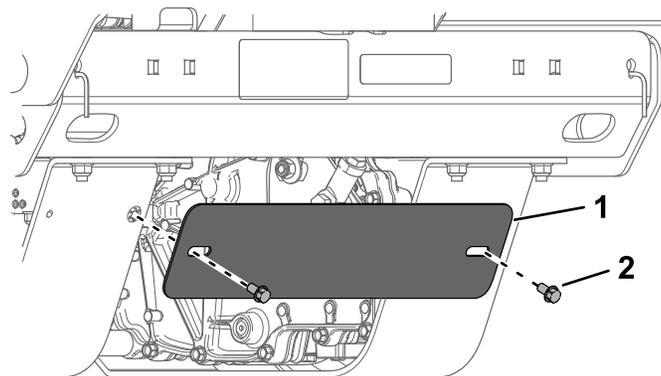

図 56
4. ボルト 2本とガードプレートを取り外す **図 56**。